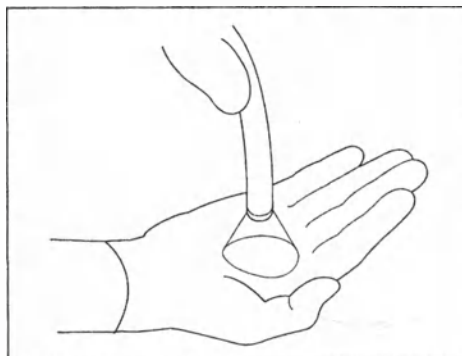

Рисунок 3.20
- 3 Убедитесь в том, что из дистального конца эндоскопа выходит пучок света. (См. Рис. 3.20)